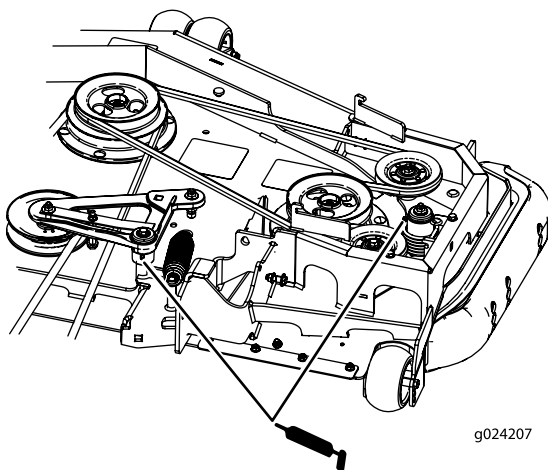

Figure 38
5. Graissez le bras de la poulie de tension de la courroie du tablier de coupe (Figure 38).